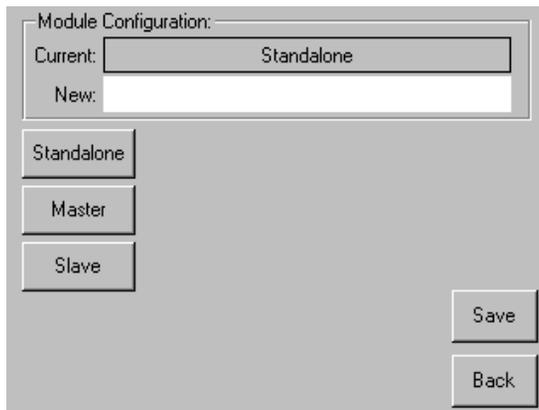

Figure 3-4 : Écran Module Configuration (Configuration du module)
- Appuyez sur le bouton en regard de l'option de menu Module Configuration (Configuration du module), puis sur le bouton Master (Maître) (voir la Figure 3-4).